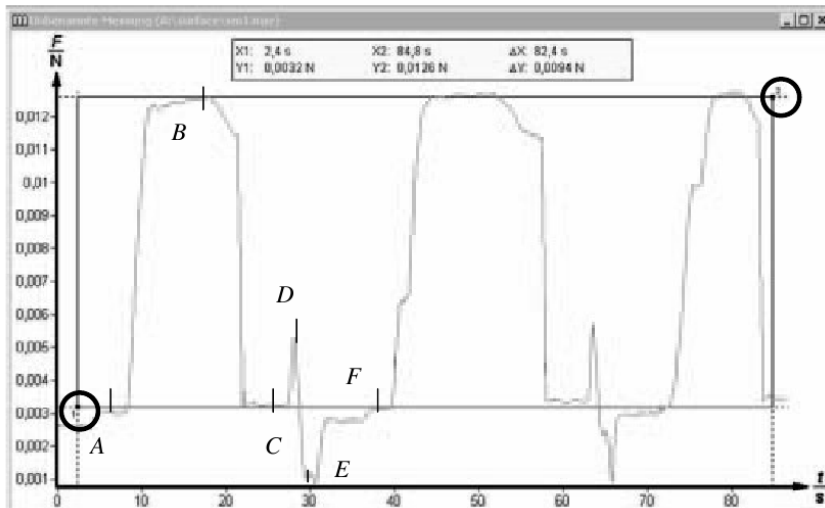

Рис. 4
12. На экране компьютера получается кривая зависимости силы, действующей на кольцо, от времени. Типичный вид такой кривой представлен на рис. 4. Эта кривая позволяет найти разницу между силой тяжести, действующей на кольцо (точка А) и силой, действующей на кольцо в момент отрыва (точка В). Это и есть сила поверхностного натяжения.
13. В верхней строке меню нажать кнопку «решетка» (#). На графике появятся две горизонтальные и две вертикальные курсорные линии с выделенными точками 1 и 2 в перекрестьях (выделены на рис. 4).